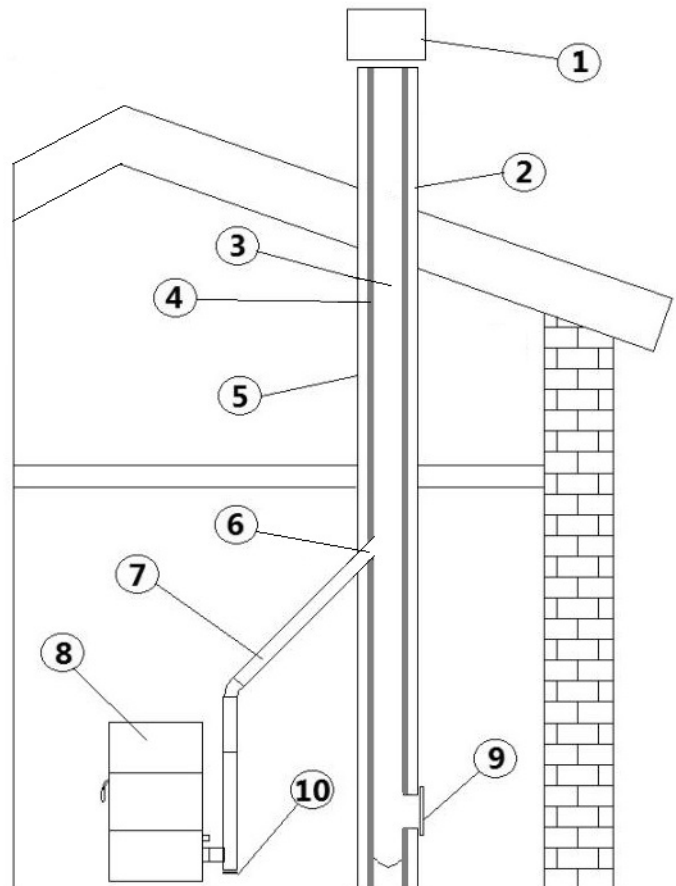

Fig. 3 - Composants de cheminée
La longueur ou hauteur du conduit de fumée (3) fait partie des caractéristiques techniques du conduit qui sont expliquées dans le chapitre **CARACTÉRISTIQUES TECHNIQUES DU CONDUIT DE FUMÉES a pag. 7**. Cette longueur se mesure en mètres entre la sortie de fumée du poêle et le terminal (point 1 sur Fig. 3 ci-dessous).
LÉGENDE	Fig. 3